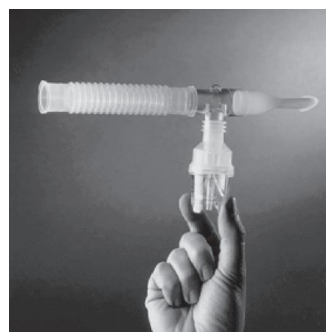

Figura 5: Boquilha do nebulizador
4. Ligue o recipiente da medicação ao nebulizador e, em seguida, ligue a peça “T” ou a boquilha ao nebulizador (Figura 5).